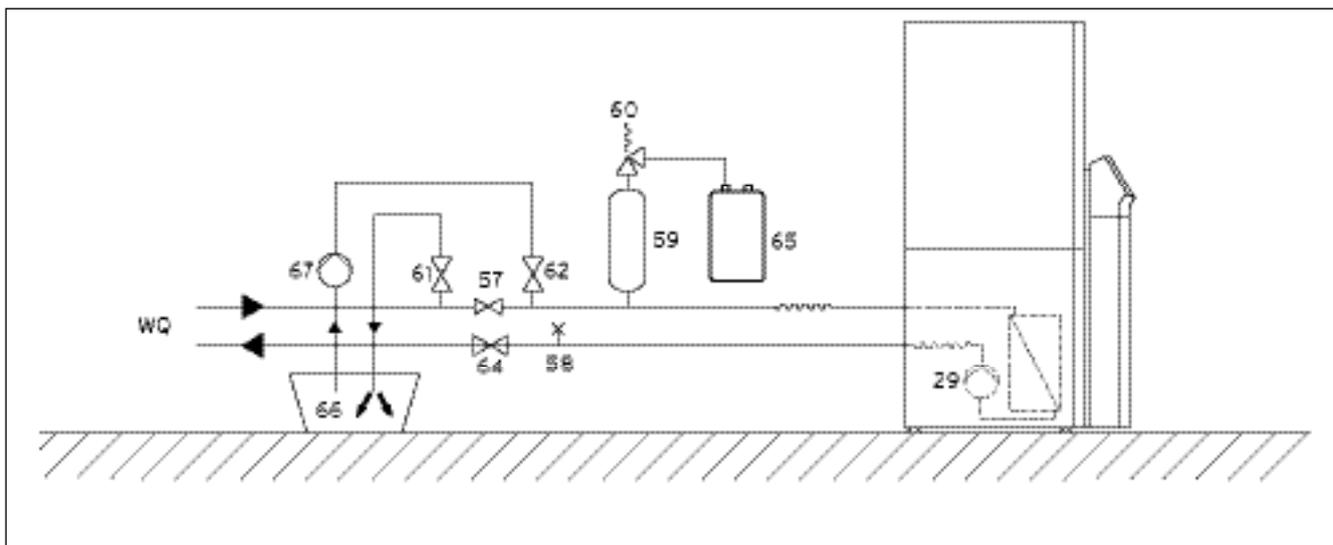

Fig. 5.3 Circuit d'eau glycolée
### Légende de la fig. 5.3
- Mélangez l'eau et le produit antigel dans un récipient externe (p. ex. dans un bidon en plastique) en respectant la concentration prescrite (voir fig. 5.3, pos. **66**). Chaque mélange doit être minutieusement homogénéisé ;
- Ouvrez la soupape d'arrêt (cf. fig. 5.3, pos. **57**) pour que l'air situé entre les soupapes d'arrêt (**61**) et (**62**) puisse s'échapper.